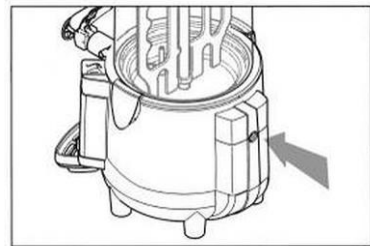

Рис. 3
5. Натиснути за допомогою відповідного інструменту кнопку reset (рис. 3).